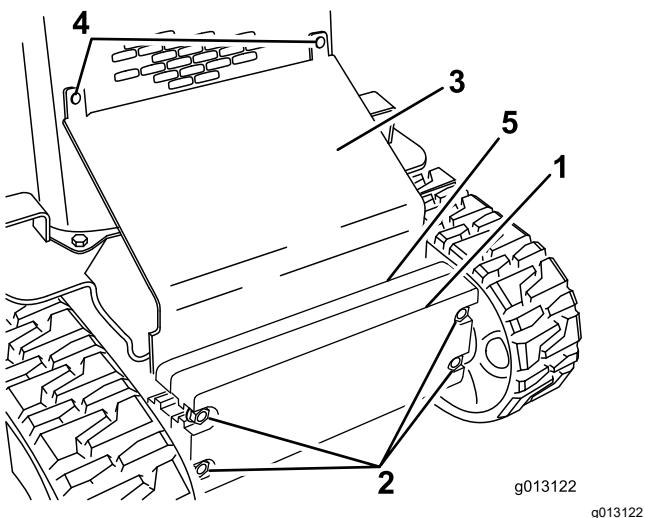

Figura 29
3. Retire los pernos y las tuercas que fijan la placa inclinada (Figura 29).
10. Deslice la placa inclinada entre el bastidor y los contrapesos; fíjela a la rejilla delantera con los pernos y las tuercas que retiró anteriormente (Figura 29).
11. Ajuste los pernos que fijan los contrapesos delanteros (Figura 29).